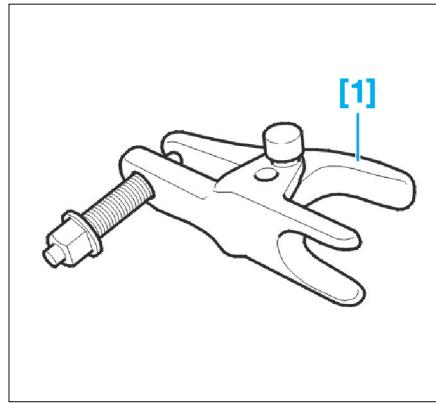

FIG. 10
- [1]. Extracteur pour rotule de pivot (réf : 999 2945) (**Fig.10**).